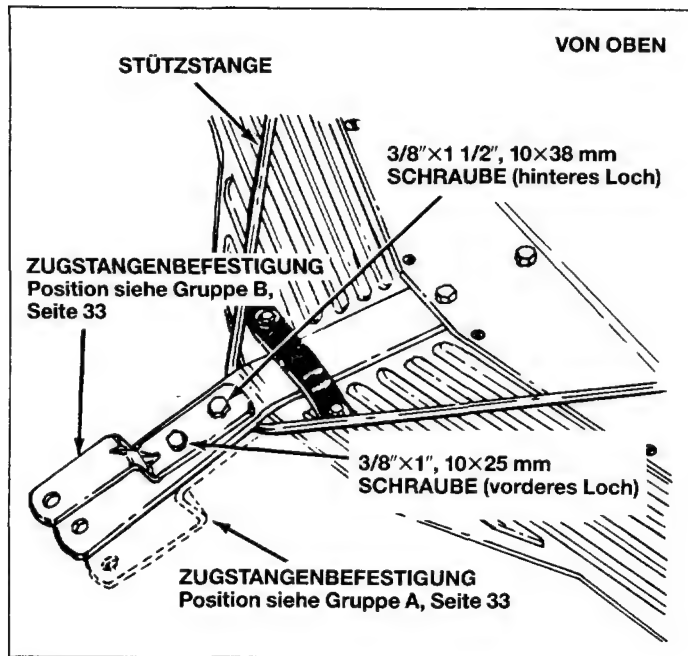

Bild 6
ACHTUNG! Vor der Anbringung der Zugvorrichtung an der Zugstange, siehe Bild 6 und auf Seite 33, die geeignete Position für den jeweiligen Rasenmäher oder Traktor berechnen.
5. Die Zugvorrichtung mit einer Sechskantschraube 10×25 mm (3/8×1") (im vorderen Loch) und einer Sicherungsmutter 10 mm (3/8") anbringen. Noch nicht festziehen. Siehe Bild 6 und 7.
6. Zugvorrichtung mit einer Sechskantschraube 10×38 mm (im hinteren Loch), einer großen Unterlegscheibe und einer Sicherungsmutter anbringen. Nicht festziehen. Siehe Bild 6 und 7.